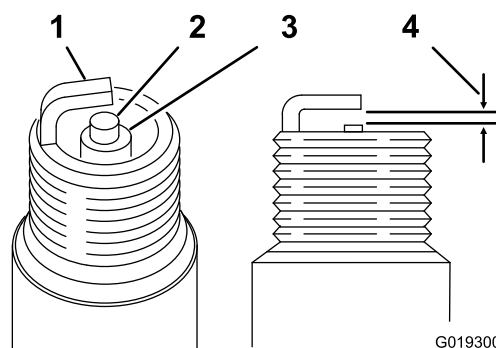

図 18
3. エアギャップを 0.7-0.8 mm に調整する図 18。